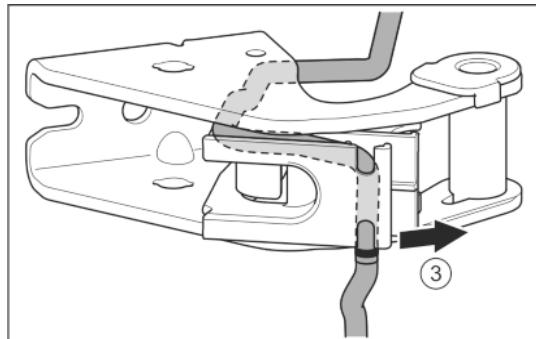

Fig. 28
- Витягніть кabel з направляючої. Fig. 28 (3)